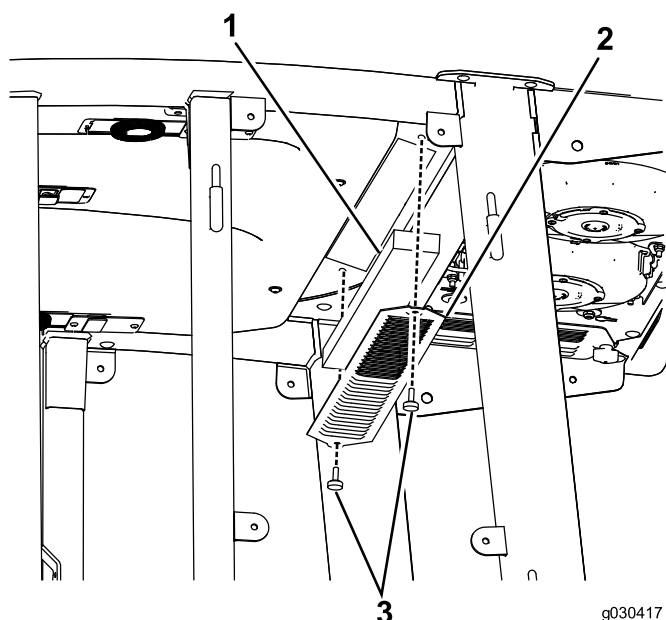

Figura 64
1. Retire los tornillos y las rejillas que cubren el filtro interior de la cabina y el filtro que está detrás de la cabina (Figura 64).